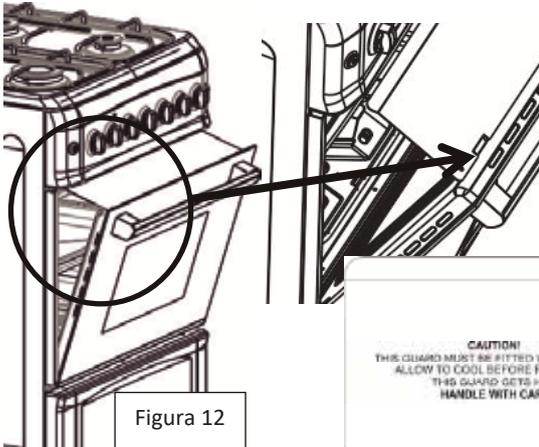

Figura 12
- Cuando se utiliza el quemador superior en los hornos a gas, la puerta del horno se abre como se muestra en la figura 12.